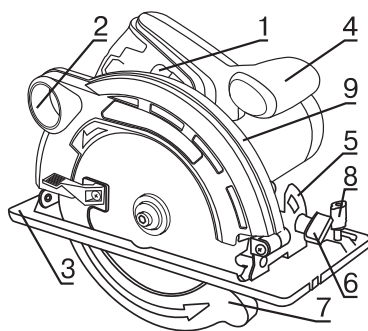

Рис.1
- Заблокируйте шпиндель рычагом блокировки (Рис. 1 позиция 9), находящимся на корпусе инструмента.
- Отпустите регулировочный винт (Рис. 1 позиция 8).
- Затяните регулировочный винт (Рис. 1 позиция 8).